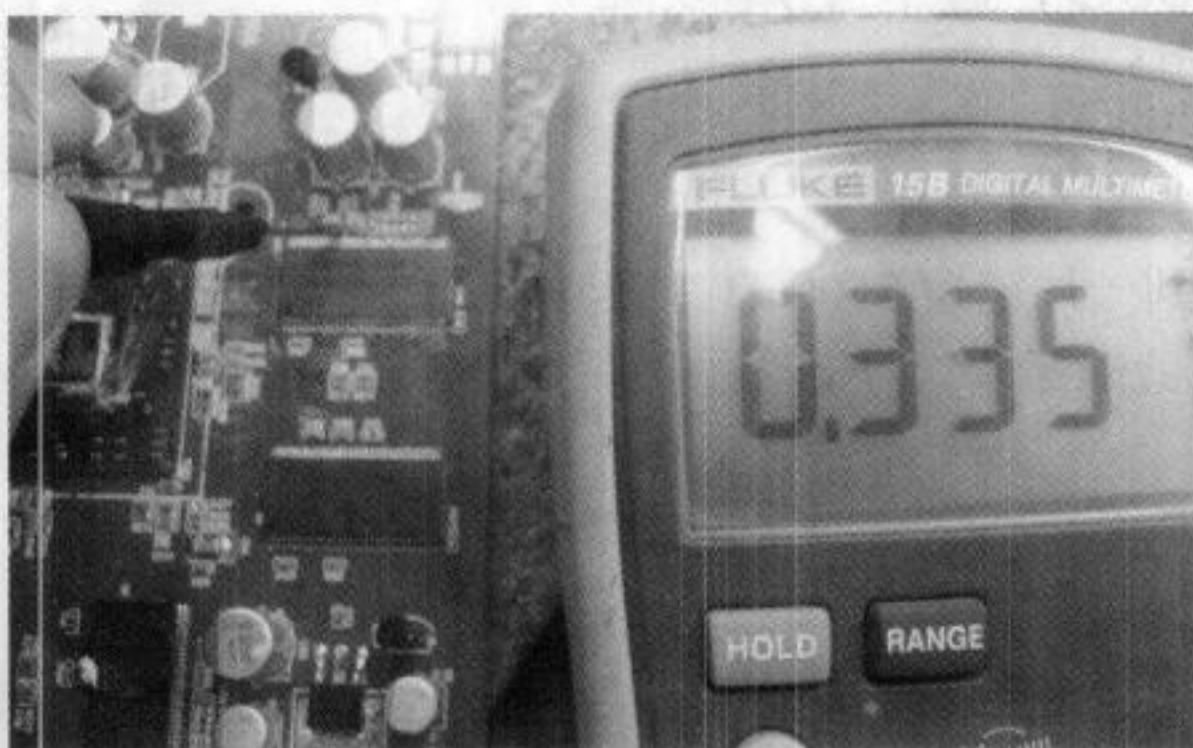

图 5-74 51 脚打值为 335
(7) 就是此 51 脚有问题导致 8 个数据位全部出错, 仔细看线路发现连接一个 000 电阻, 量电阻另一头值为 335, 如图 5-74 所示。